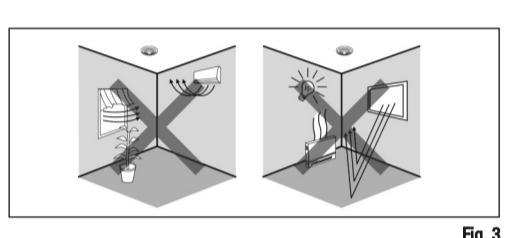

Fig. 3
- évitez d'orienter le détecteur vers des sources de chaleur (Fig.3)